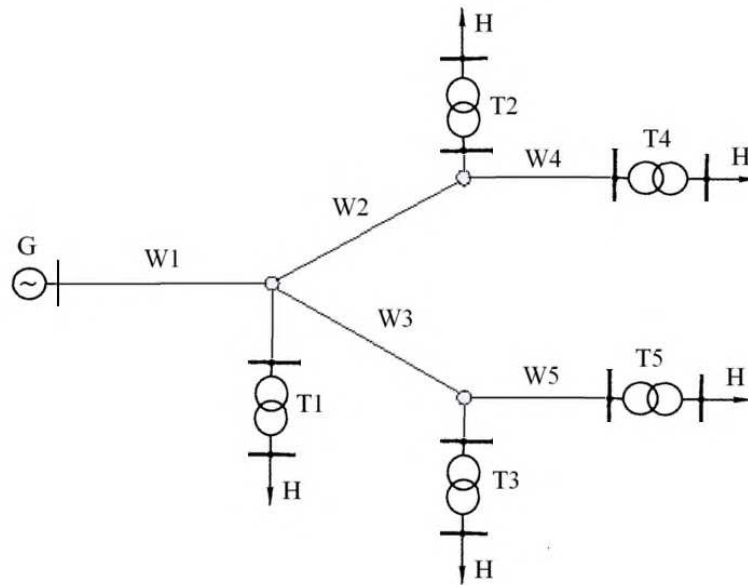

Рис. 3.2. Расчетная схема электрической сети.
2. Составьте матрицу инцидентий M , а затем с помощью программы Optima рассчитайте токи в линиях и напряжения в узлах схемы электрической сети. Напряжение генерирующего узла $U = 220$ кВ. В узлах 2 и 3 установлены автотрансформаторы 220/110 кВ. Напряжение в линиях $W4, W5, U = 110$ кВ, (рис. 3.2). Автотрансформаторы на подстанциях 2 и 3 работают с номинальными коэффициентами трансформации.